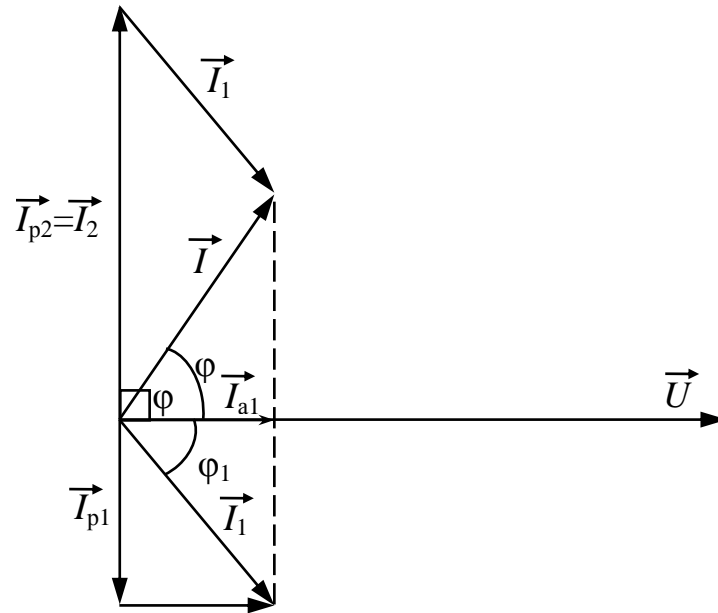

Рис. 17
- 1) у напрямку на 3 години умовного циферблату годиннику в масштабі відкладаємо вектор \vec{U} (рис. 17);